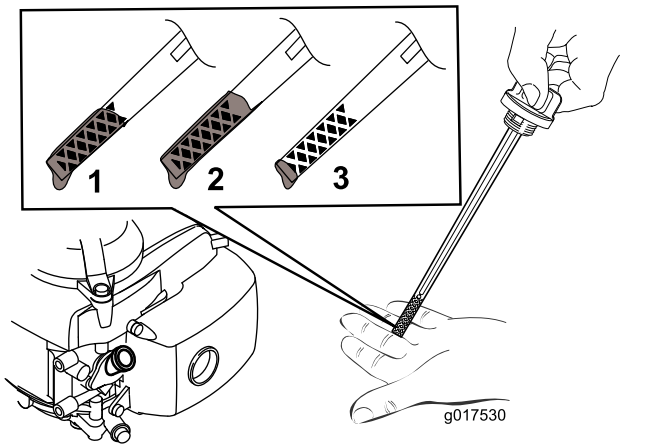

Figure 10
2. Tournez le bouchon dans le sens antihoraire et sortez la jauge (Figure 10).
5. Relevez le niveau d'huile indiqué sur la jauge (Figure 10).
- Si le niveau d'huile est trop bas, (Figure 10), versez avec précaution une petite quantité d'huile minérale multigrade SAE 10W-30, classe de service API SJ ou mieux, dans le tube de remplissage, attendez 3 minutes
- Si le niveau d'huile est trop élevé (Figure 10), vidangez l'excédent d'huile jusqu'à obtention du niveau d'huile correct sur la jauge ; voir Vidange de l'huile moteur (page 17).